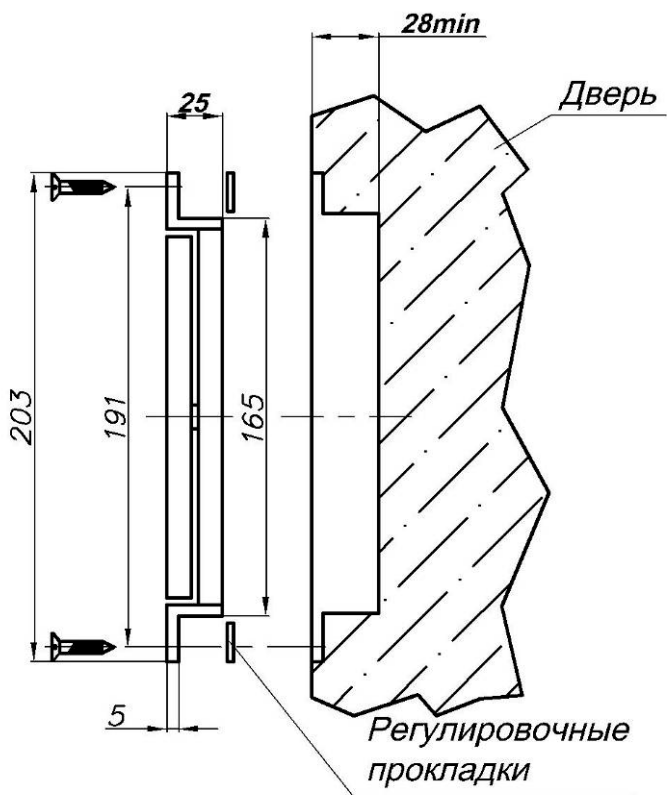
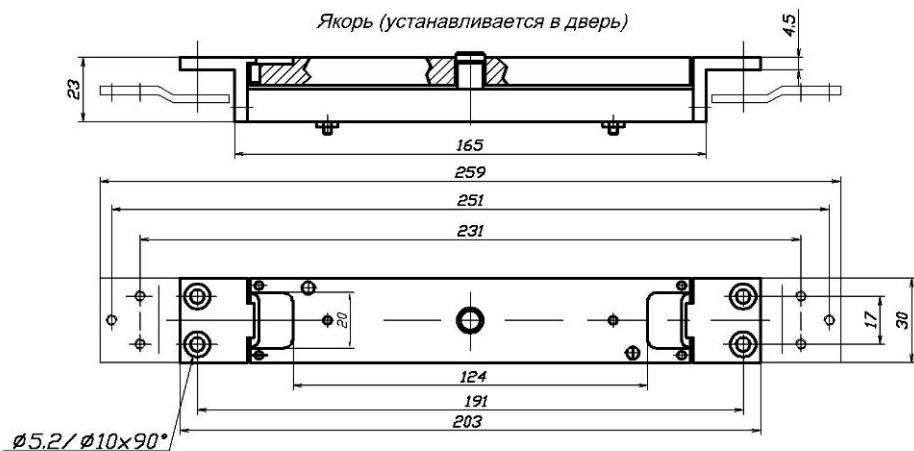

Рис. 3
Рис. 4
6.2 Толщина двери для врезного варианта крепления ЗАМКА должна быть не менее 40 мм, при этом гарантированные зазоры между подвижной пластиной якорной части и внутренними поверхностями гнезда в двери должны быть не менее 1 мм. Т. е. пластина должна свободно, не касаясь стенок гнезда, перемещаться в пределах своего рабочего хода. Рекомендуемая ширина гнезда в двери в зоне перемещения пластины якорной части должна быть не менее 32мм. Остальные габаритно-установочные размеры показаны на рис. 3 и 4. На рис. 4 показан вариант установки якорной части в металлическую дверь с помощью переходных планок (пластин).